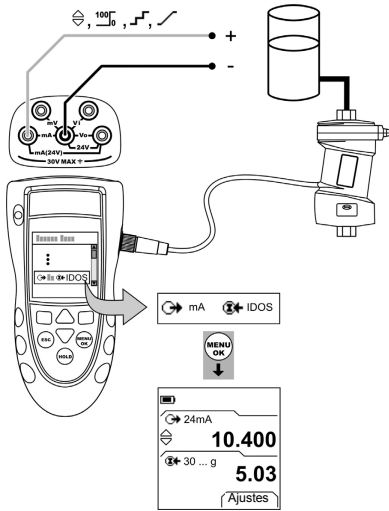

Figura 7: Ejemplo de configuración - Medición de presión y alimentación de mA
- Para medir la presión con otra operación (Figura 7), utilice el mismo procedimiento.